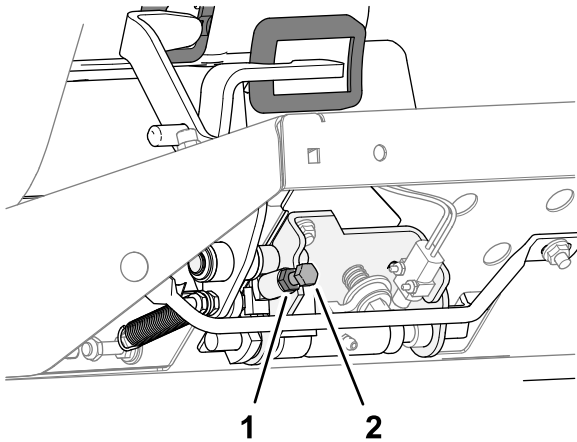

Figura 86
- Per diminuire la velocità di tosatura, ruotate la vite di arresto della velocità (Figura 86) in senso orario.